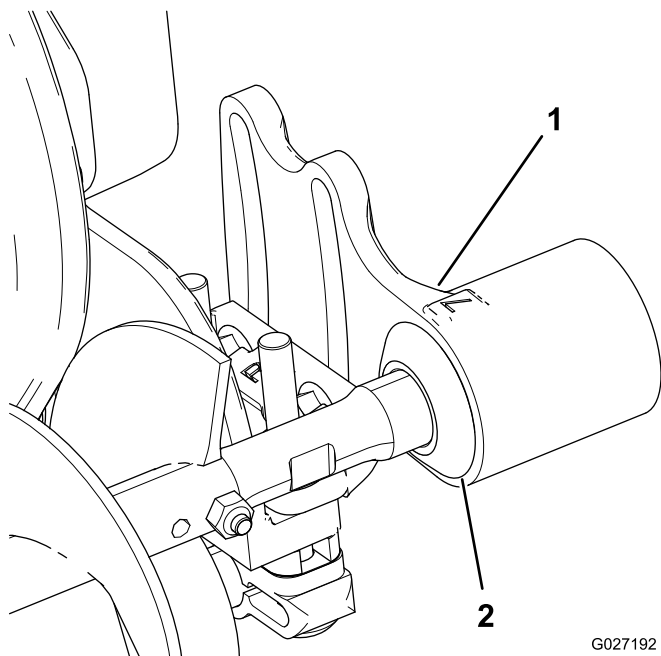

Рисунок 9
- Сдвиньте все защитные уплотнения наружу так, чтобы манжетные уплотнения слегка касались каждого корпуса подшипника (Рисунок 9).